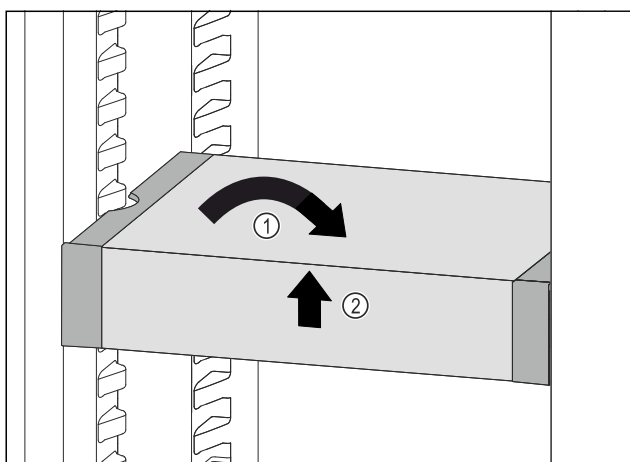

Fig. 79
- Poziționați drept VarioSafe. Fig. 79 (1)
- Ridicați în față VarioSafe. Fig. 79 (2)